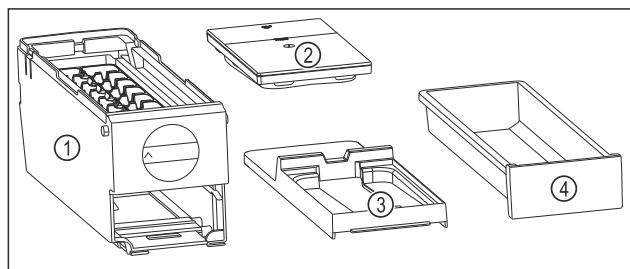

Fig. 214 Съставни части на EasyTwist-Ice
- ▶ EasyTwist-Ice е разглобен на четири части. (виж Fig. 214)
- ▶ Разглобявайте EasyTwist-Ice само на изображените съставни части. (виж Fig. 214)
- ▶ Почистете корпуса на EasyTwist-Ice Fig. 214 (1) като едно цяло.